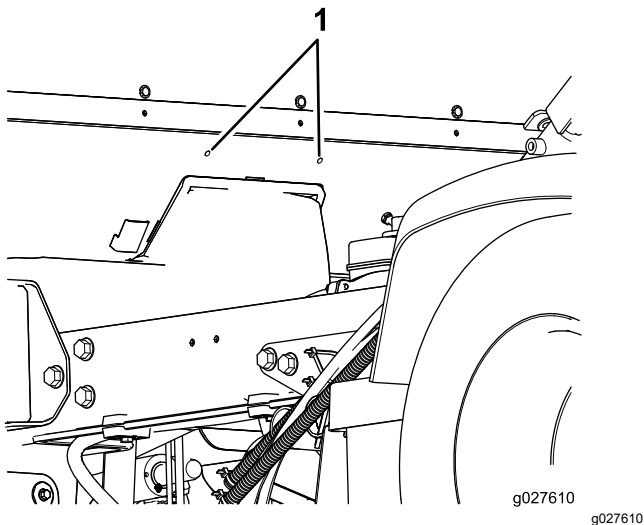

Figura 16
3. Localice los dos orificios de 6,3 mm en el centro del panel trasero de la cabina (Figura 16).